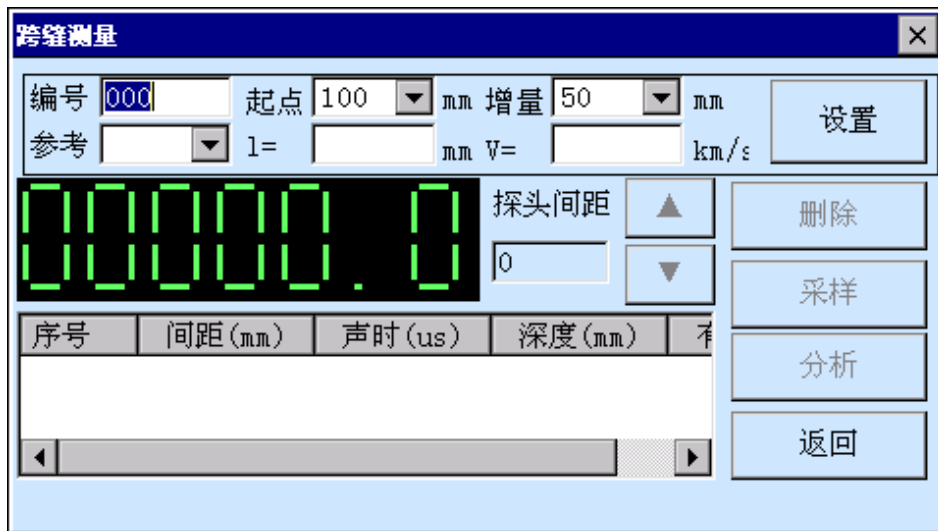

图2-16 “跨缝测量”界面
1) **设置参数**。进入跨缝测量模块后界面如图2-16所示。首先需对参数进行设置，默认情况下，编号自动累加，起点